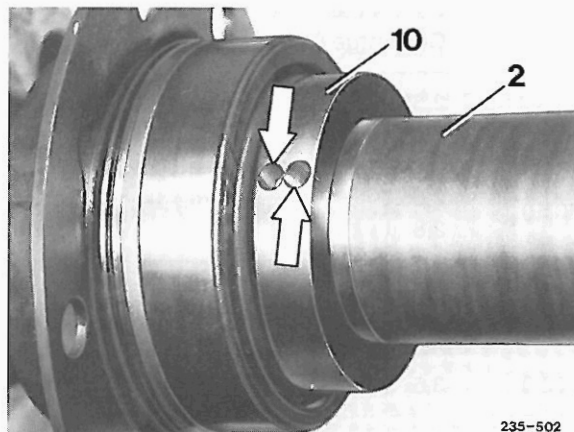

Bild 187
- 6 Am Schrumpfring in axialer Richtung 2 Bohrungen von 5,5 mm Ø anbringen (Bild 187, Pfeil).